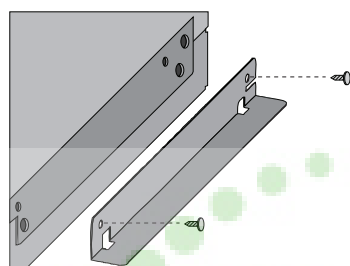

Figure 2B
3. Enlever les deux supports d'expédition des conduits (Voir Figure 2B) en retirant les 4 vis qui les fixent. Reposer 2 vis (de chaque côté) pour fixer le couvercle en inox.